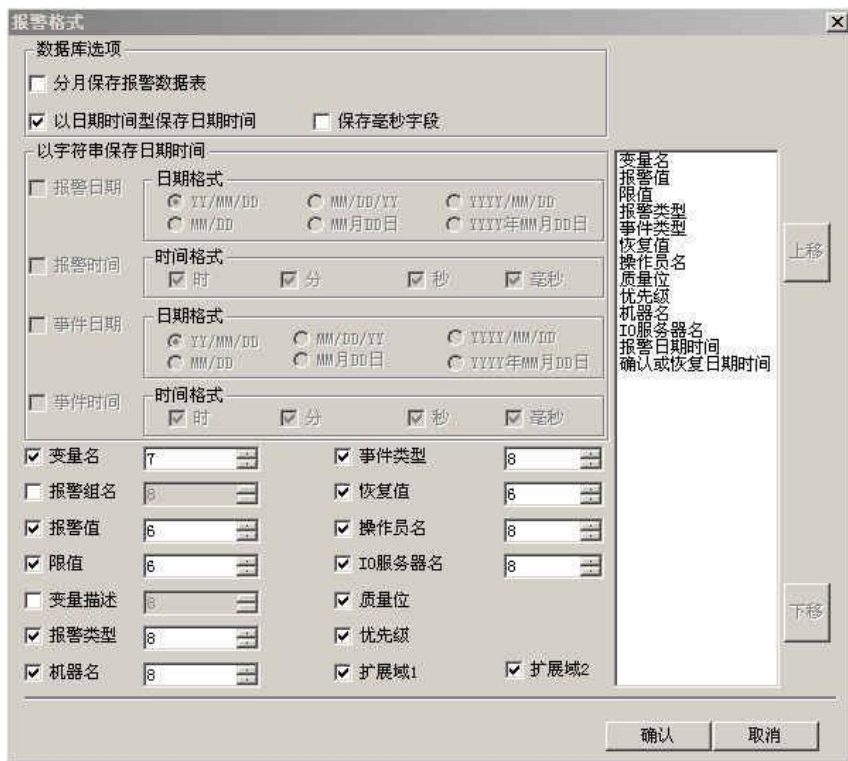

图 9.52 报警配置以日期时间型保存日期时间对话框
- **以日期时间型保存日期时间：**选择该项，如图 9.52 所示，组态王报警日期时间和报警确认、恢复的日期时间在数据库中以日期时间型保存。